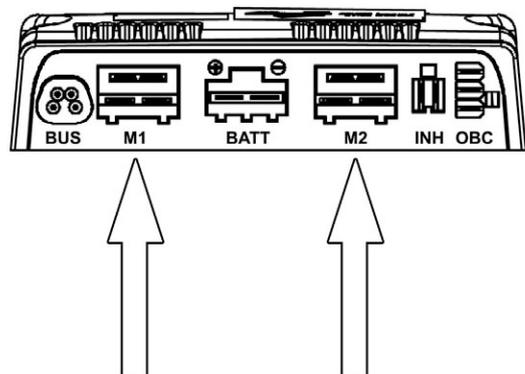

Abbildung 25. Antriebsmotoranschlüsse
- Antriebsmotorkontakte von der Endstufe demontieren. Siehe Abbildung. 25.
4. Antriebsmotorkontakte wieder an die Endstufe anschließen. Siehe Abbildung. 25.